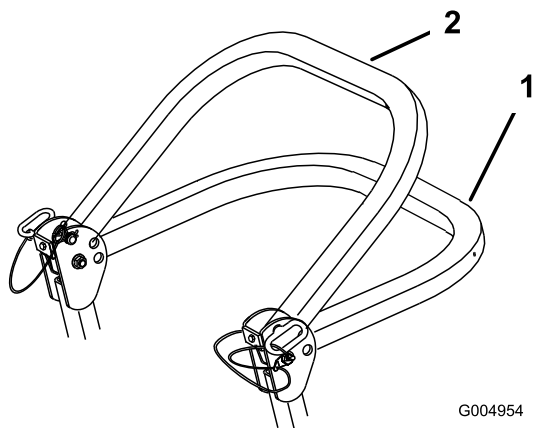

Figura 8
2. Coborâți bara antiruliu în poziția inferioară (Figura 8).
**Notă:** Există două poziții inferioare; consultați Figura 8.